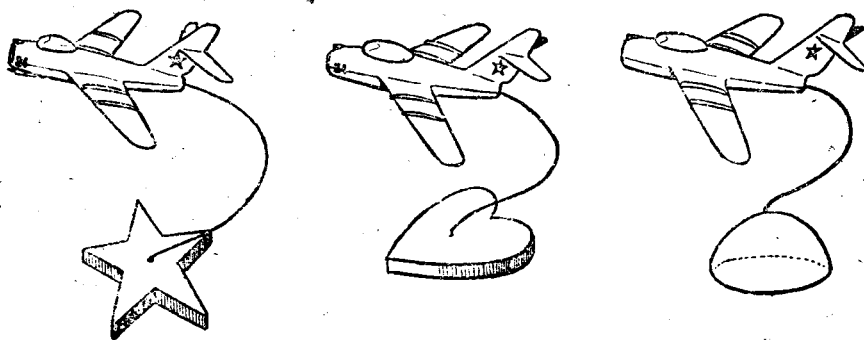

图 28
8. 起落架可用小木輪、細木条和竹針来制作。或者不做起落架，只做一个支架，如图28。把模型插在支架上，好象飞机正要飞向空中一样。支架是由一个底座和一根弯曲的鋼絲做成的。底座可做成各种形状，如五角星、鷄心、圓形、地球形等，式样完全可以自己設計制作，不过底座的面积不要太小，重量是越重越好，因为面积大了，重量重了，整个模型的重心位置就比较低，穩度大，飞机模型装上去才不会倒下来。